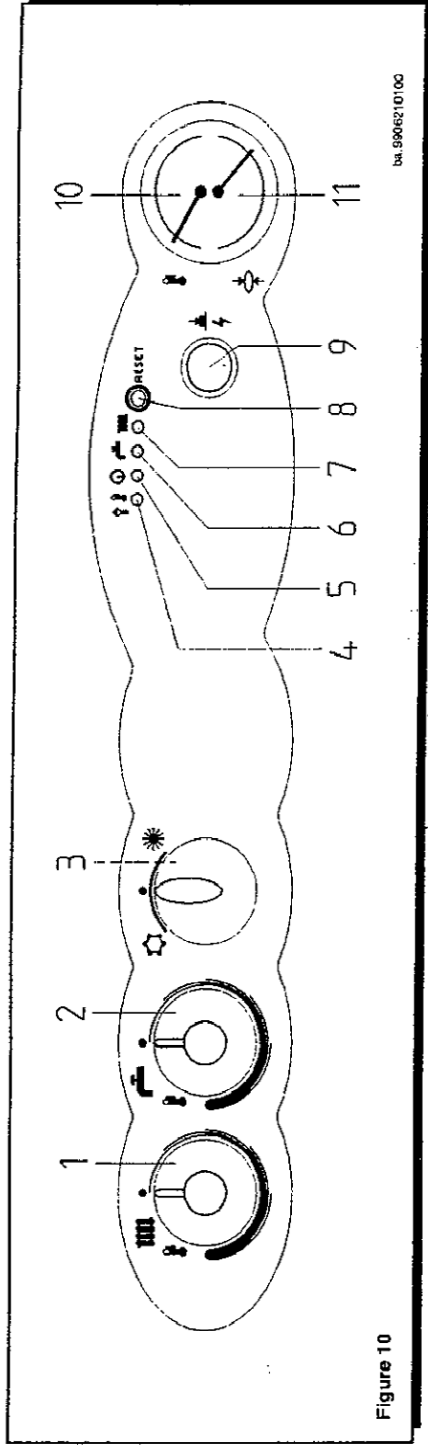

Figure 10
Ce potentiomètre permet de régler de 1 à 7 minutes le temps d'attente en mode chauffage, à chaque intervention du dispositif de réglage (1 figure 10, page 12).
- * ouvrir le robinet gaz et tourner le commutateur (3) de la figure 10 afin de mettre la chaudière en position ETE (☀️);